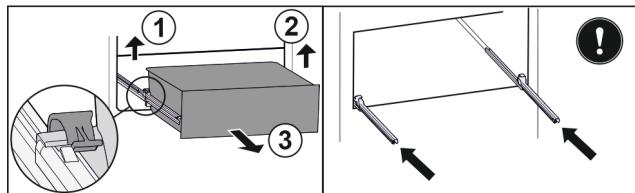

Fig. 125
- Linke Klemme anheben und gleichzeitig Schubfach links nach vorne ziehen. Fig. 125 (1)
- Rechte Klemme anheben und gleichzeitig Schubfach rechts nach vorne ziehen. Fig. 125 (2)
- Schubfach nach vorne entnehmen. Fig. 125 (3)